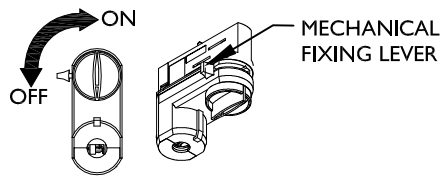

FIG. 5
4. Move the mechanical fixing lever clockwise to secure luminaire into track. FIG. 5
4. Déplacer le levier de fixation mécanique dans le sens des aiguilles d'une montre afin de fixer le luminaire sur le rail. FIG. 5